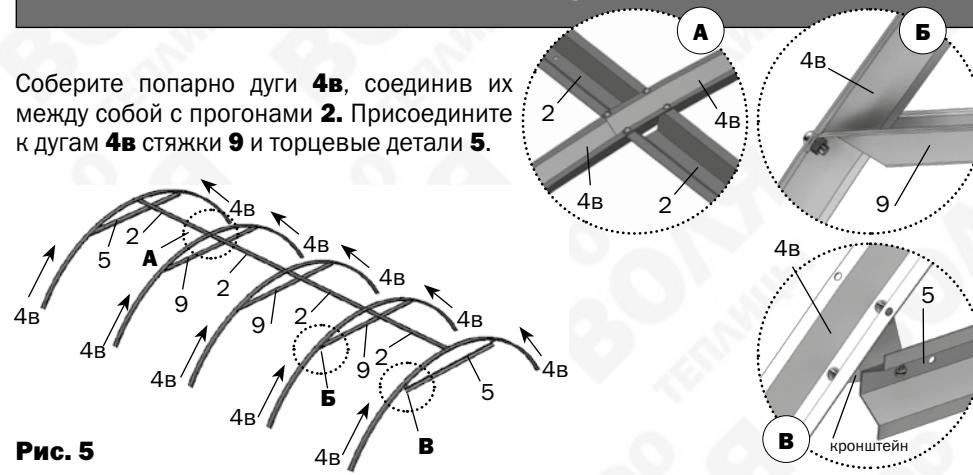

Рис. 5
- Выполняйте сборку в соответствии с фотографиями этапов сборки и узлов, представленными на **рис. 5..12**. На рисунках показана сборка теплицы длиной 4 м. Необходимая длина теплицы достигается путем добора соответствующих деталей из пакета(ов) «Вставка». Для соединения деталей используются винты M5x10.